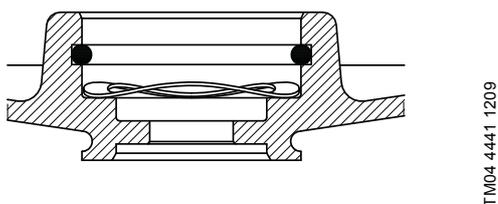

Abb. 27 Richtige Montage der Feder und des O-Rings
2. Die Feder (Pos. 158) und den O-Ring (Pos. 159) einsetzen. Siehe Abb. 27.